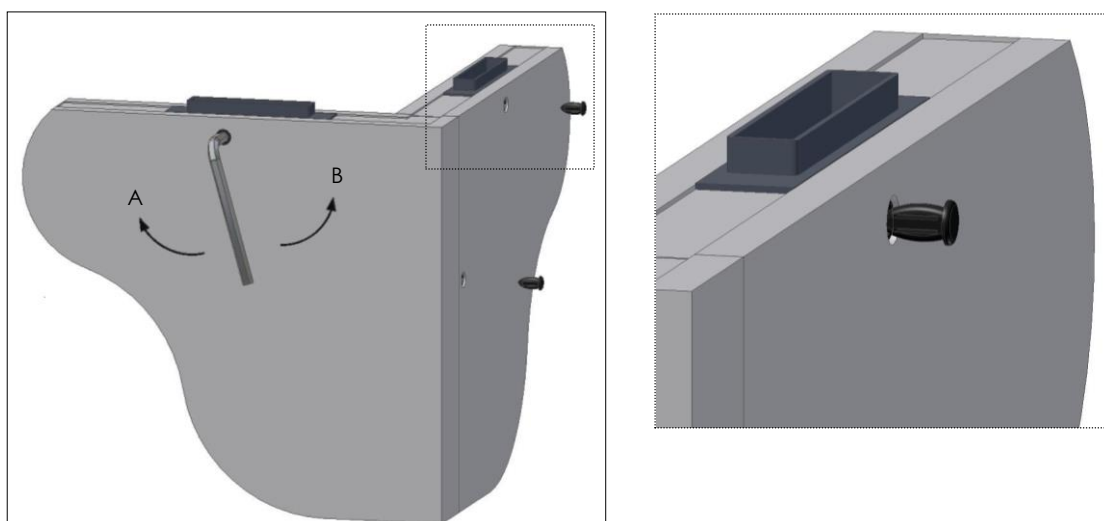

Fig. 11
- Girare la chiave nel senso delle lancette dell'orologio fino a fermare (Fig.11 – Posizione **A**);
- Girare nel senso contrario fino a fissare (Fig.11 – Posizione **B**)
- Dopo fissare, collocare i **cappucci** nei fori (Fig. 11).